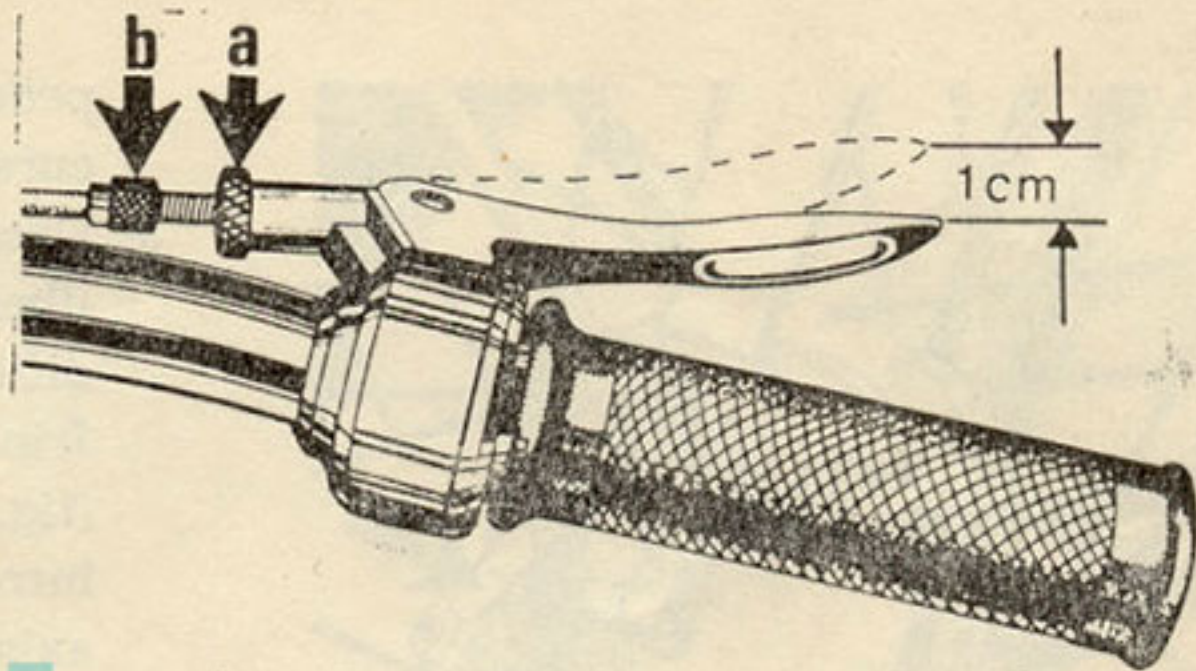

Fig. 24
1. Pentru reglarea frînei față slăbiți piulița „a” (fig. 24) și reglați șurubul „b” pînă cînd maneta de frînă va avea o cursă liberă de cca. 1 cm, apoi blocați piulița „a”.